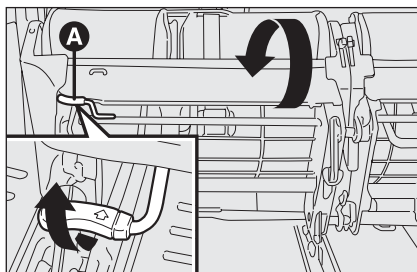

fig. 26
– ribaltare il sedile sollevando la leva **A** **fig. 26**;